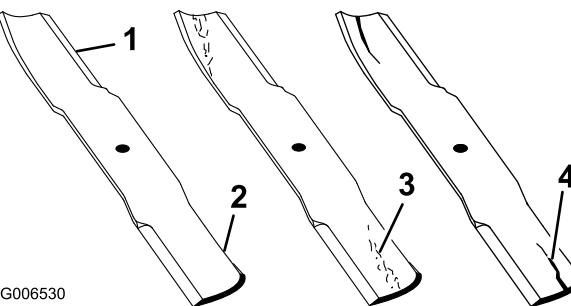

Figure 94
1. Examinez le tranchant des lames (Figure 94). Si les lames coupent mal ou présentent des indentations, déposez-les et aiguisez-les; voir Aiguisage des lames.
2. Inspectez les lames, surtout la partie relevée (Figure 94). Remplacez immédiatement toute lame endommagée, usée ou qui présente une entaille (Figure 94).